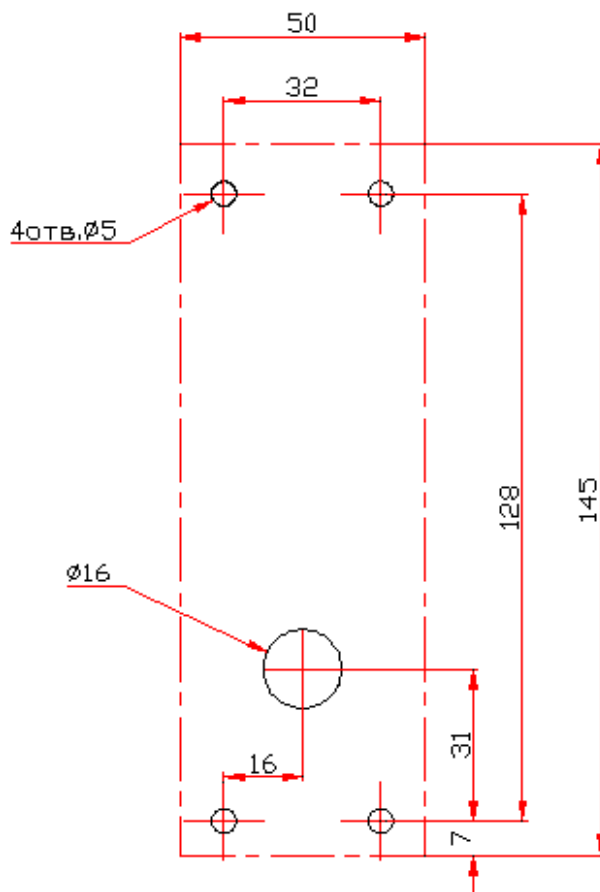

Рис. 2. Разметка отверстий для установки счетчика (штрих-пунктиром показаны размеры металлического основания)
3. Произведите разметку и разделку отверстий на установочной поверхности для крепления металлического основания и проводки кабеля от счетчика (см. рис. 2).